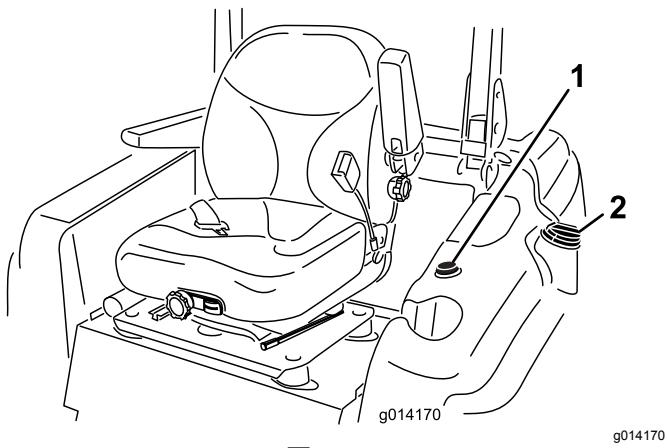

図 10
3. 燃料タンクのキャップの周囲をきれいに拭いてからキャップを取る図 10。